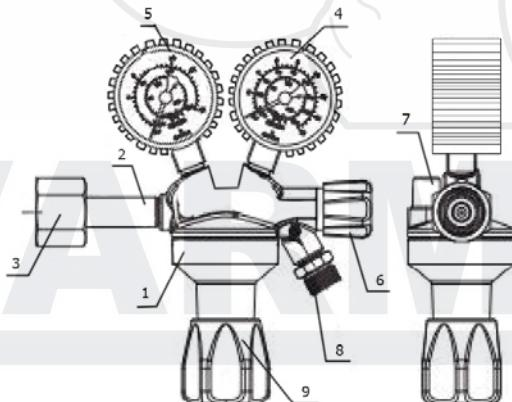

Рис. 1. Схема редуктора баллонного газового TECH CONTROL OX (кислород), CD (углекислота), UNI (аргон, азот, гелий).
**Для кислородного** - на редукторе установлены показывающие устройства: для определения давления в рабочей камере – на 1,25 МПа (12,5 кгс/см2) и для определения давления в баллоне – на 20 МПа (200 кгс/см2) (см. рис. 1).
**Для углекислотного** - на редукторе установлены показывающие устройства: для определения давления в рабочей камере – на 0,6 МПа (6 кгс/см2) и для определения давления в баллоне – на 10 МПа (100 кгс/см2) (см. рис. 1).